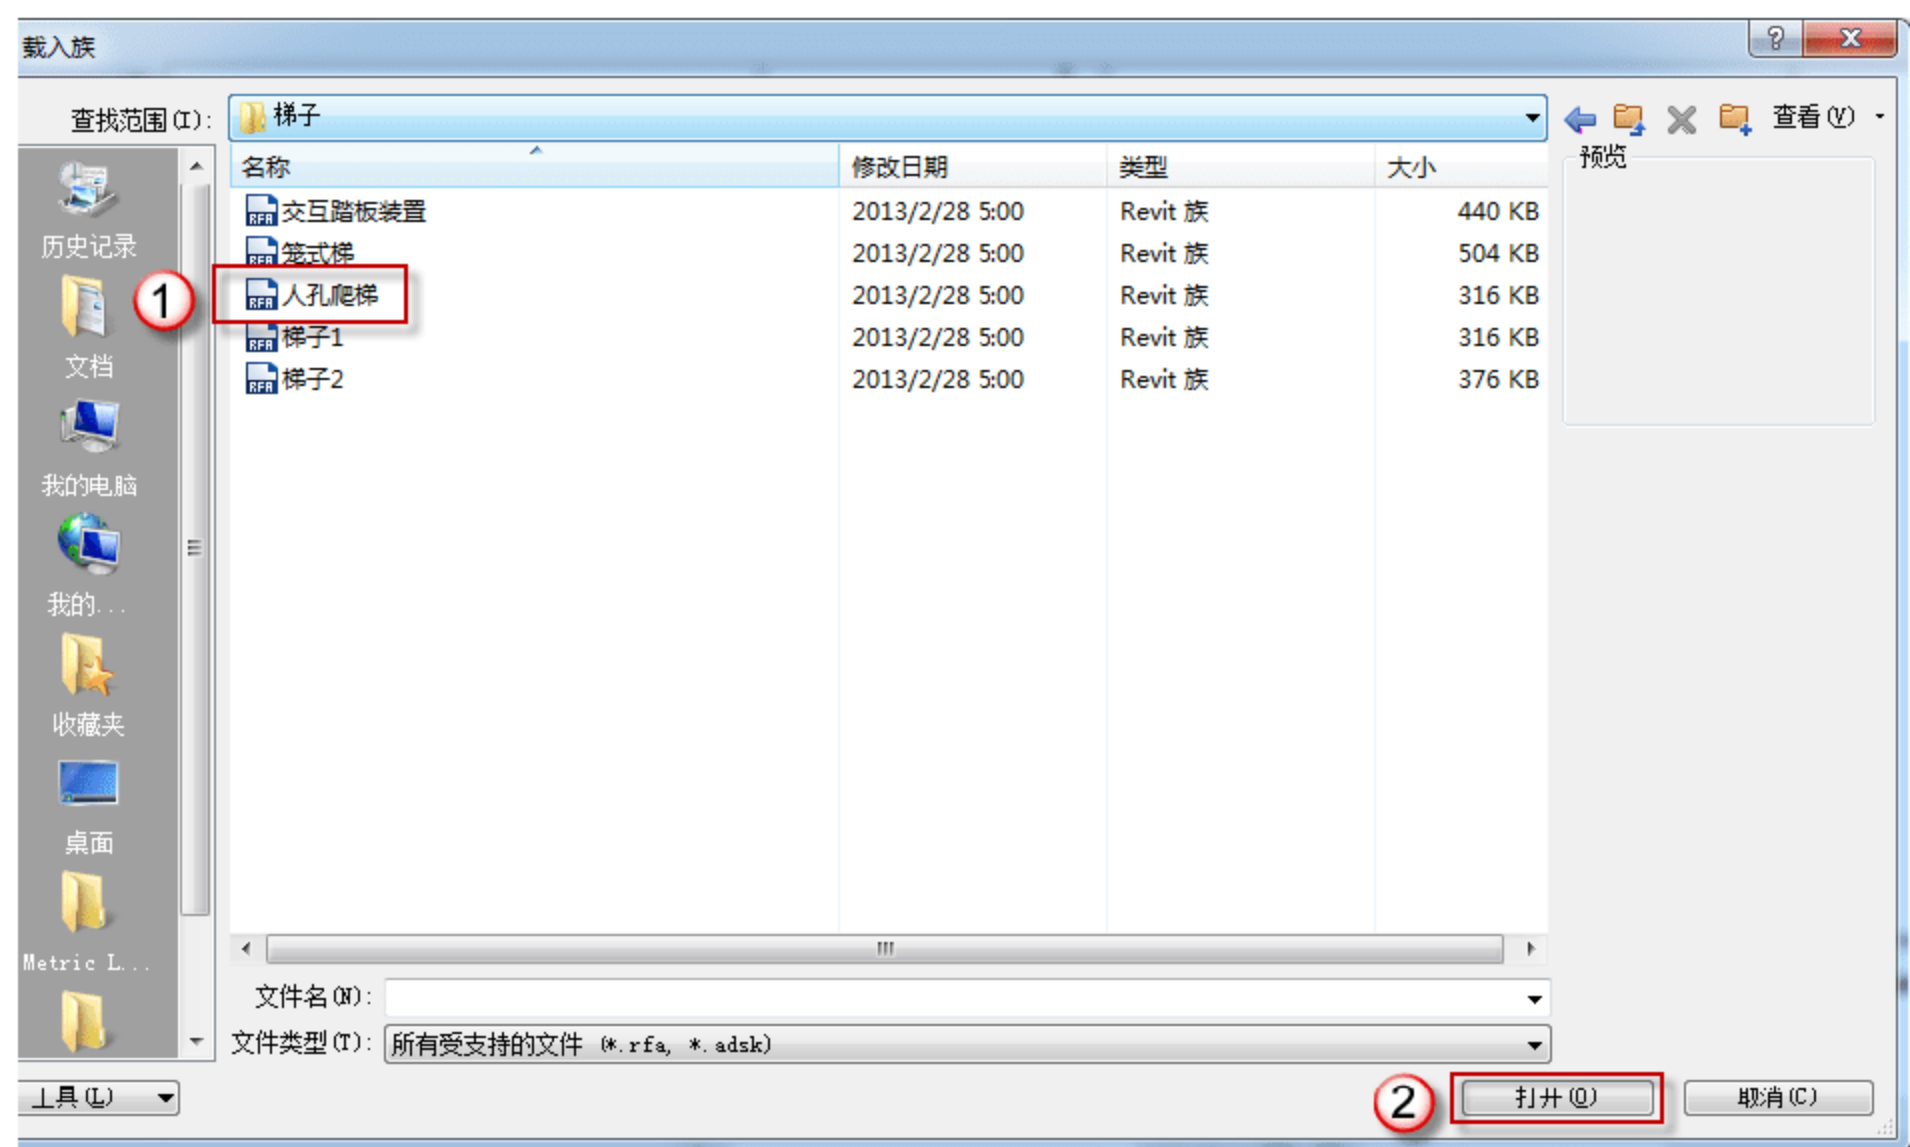

图 9.3.43 载入“人孔爬梯”系统族
(1) 载入“人孔爬梯”系统族。选择“插入”→“载入族”命令，在弹出的“载入族”对话框中，打开“建筑”\“专用设备”\“梯子”文件夹，在其中找到“人孔爬梯”，如图 9.3.43 所示。